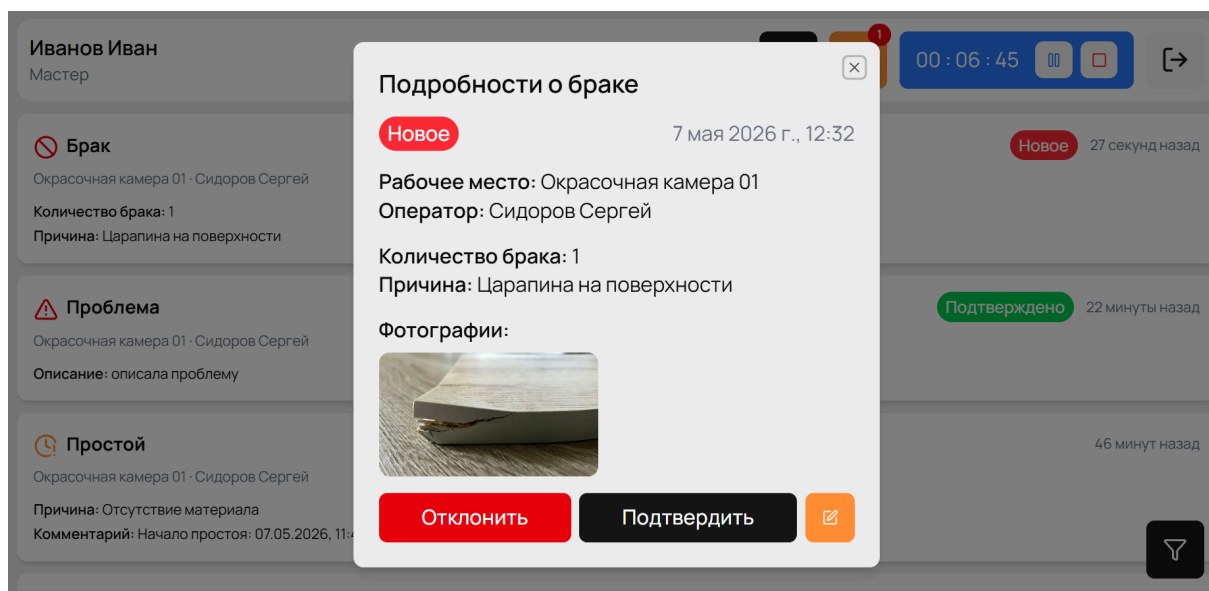

Рисунок 15 - Просмотр карточки брака
- Карточка брака: открывается нажатием на уведомление. Включает фото (если приложено), комментарий (при наличии) (Рисунок 15).